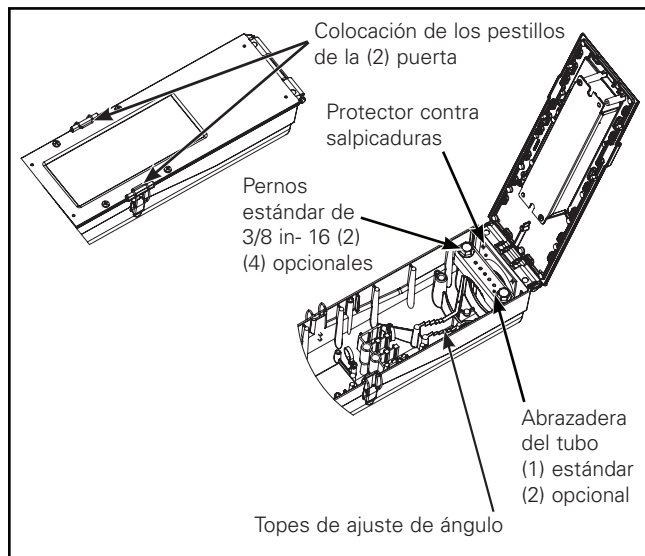
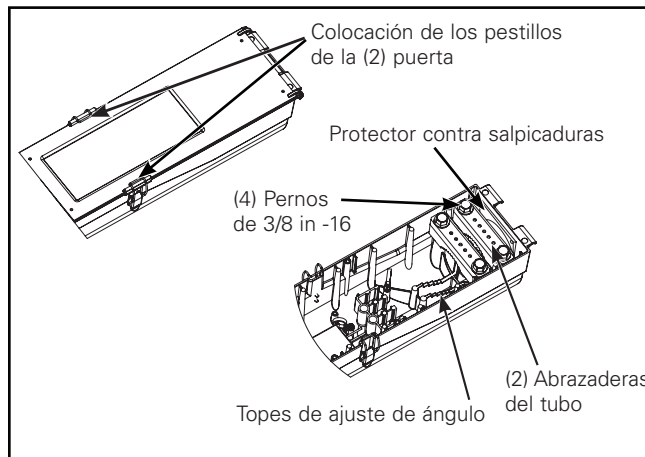
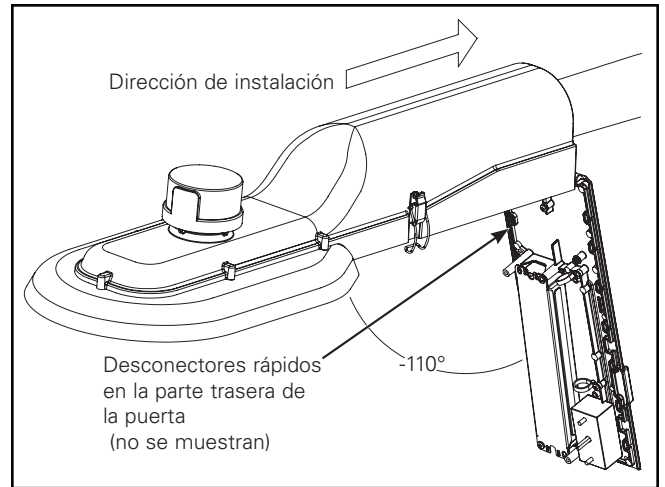

Figura 2.
Figura 3.
Figura 4.
**Nota:** Si se suministra un amarre opcional, la puerta no se debe quitar. (Figura 2.)
3. Con una llave de tubo de 9/16 in, afloje los dos pernos de montaje de la abrazadera del tubo lo suficiente como para permitir que el brazo de montaje (no incluido) se deslice de forma nivelada. (Figura 2.)
4. Eleve la carcasa a su posición y coloque el extremo del brazo de montaje sobre escalones de nivelación a fin de que la carcasa quede nivelada. Se debe tener cuidado de que el brazo no golpee inadvertidamente los componentes internos. (Figura 2. y Figura 4.)
**Nota:** Si se suministra un amarre opcional, la puerta no se debe quitar. (Figura 3.)
3. Con una llave de tubo de 9/16 in, afloje los cuatro pernos de montaje de la abrazadera del tubo lo suficiente como para permitir que el brazo de montaje (no incluido) se deslice de forma nivelada. (Figura 3.)
4. Eleve la carcasa a su posición y coloque el extremo del brazo de montaje sobre escalones de nivelación a fin de que la carcasa quede nivelada. Se debe tener cuidado de que el brazo no golpee inadvertidamente los componentes internos. (Figura 3. y Figura 4.)